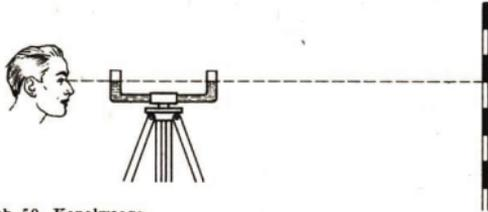

Abb. 50. Kanalwaage.
4. Die Kanalwaage — Die Wasserwaage. Um bei einfachen Erdarbeiten eine waagerechte Linie abzustecken, bedient man sich vielfach bei kurzen Strecken einer sogenannten *Kanalwaage* (Abb. 50). Sie besteht im wesentlichen aus zwei weiten Glasröhren, die durch eine rechtwinklig angeschmolzene engere Röhre, einen Kanal, miteinander verbunden sind. Diese Glasteile werden auf einem Stativ befestigt, so daß die weiten Röhren mit ihren Öffnungen nach oben zeigen. Füllt man die Kanalwaage etwa zur Hälfte mit Wasser und visiert gerade über beide
Oberflächen hinweg, so wird dadurch eine waagerechte Gerade festgelegt (Abb. 50). Eine Abart der Kanalwaage ist die *Schlauchwaage* (Abb. 51). Bei ihr sind die beiden Meßröhren mit je einer cm-Teilung versehen und durch einen langen Schlauch miteinander verbunden, so daß sie frei gegeneinander beweglich sind. Man verwendet Schlauchwaagen vorzugsweise zur schnellen Ermittlung des Höhenunterschiedes zwischen zwei benachbarten Aufstellorten der beiden Meßröhren.